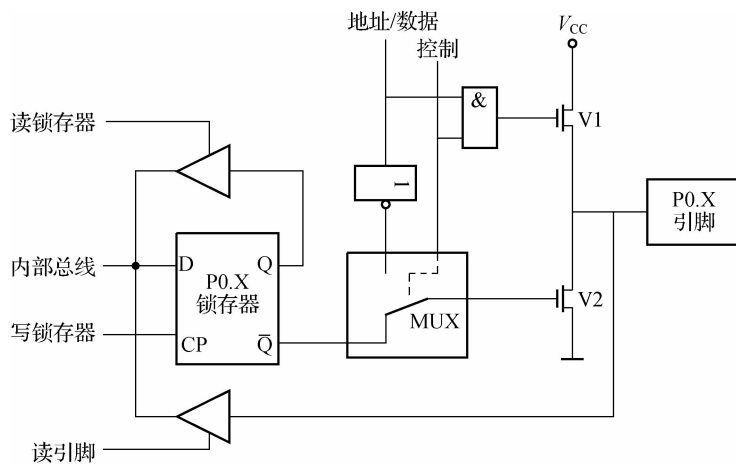

图 1-3 P0 口位结构
P0 口位结构如图 1-3 所示,包括一个输出锁存器,两个三态缓冲器,一个输出驱动电路和一个输出控制端。输出驱动电路由一对场效应管组成,其工作状态受输出端的控制,输出控制端由一个与门、一个反相器和一个转换开关 MUX 组成。对 8051 单片机来讲,P0 口既可作为 I/O 端口,又可作为地址/数据总线使用。
(2) P0 口作通用 I/O 端口使用。对于有内部 ROM 的单片机, P0 口也可以作通用 I/O 端口, 此时控制端为低电平, 转换开关把输出级与锁存器的 Q 端接通, 同时因与门输出为低电平, V1 管处于截止状态, 输出级为漏极开路电路, 在驱动 NMOS 电路时应外接上拉电阻。P0 口作输入口用时, 应先将锁存器写“1”, 这时输出级两个场效应管均截止, 可作高阻抗输入, 通过三态输入缓冲器读取引脚信号, 从而完成输入操作。
(3) P0 口上的“读—修改—写”功能。图 1-3 上面一个三态缓冲器是为了读取锁存器 Q 端的数据, Q 端与引脚的数据是一致的, 结构上这样安排是为了满足“读—修改—写”指令的需要。这类指令的特点是: 先读锁存器, 随之可能对读入的数据进行修改再写入端口。这类指令同样适合 P1 口、P2 口和 P3 口, 其操作是: 先将端口的全部 8 位数读入, 再通过指令修改某些位, 然后将新的数据写回到锁存器中。